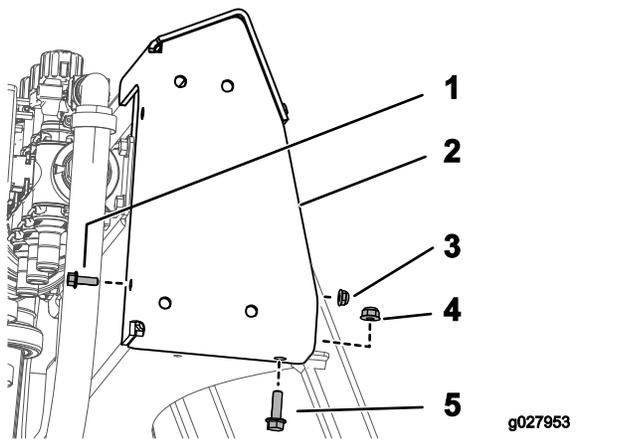

Figura 9
- Monte o suporte superior utilizando 1 parafuso (1/4-20 x 3/4 pol.), 1 porca (1/4-20 pol.), 1 parafuso com cabeça de base recartilhada (5/16-18 x 1 pol.) e 1 porca flangeada (5/16-18 pol.) como se mostra na Figura 9.